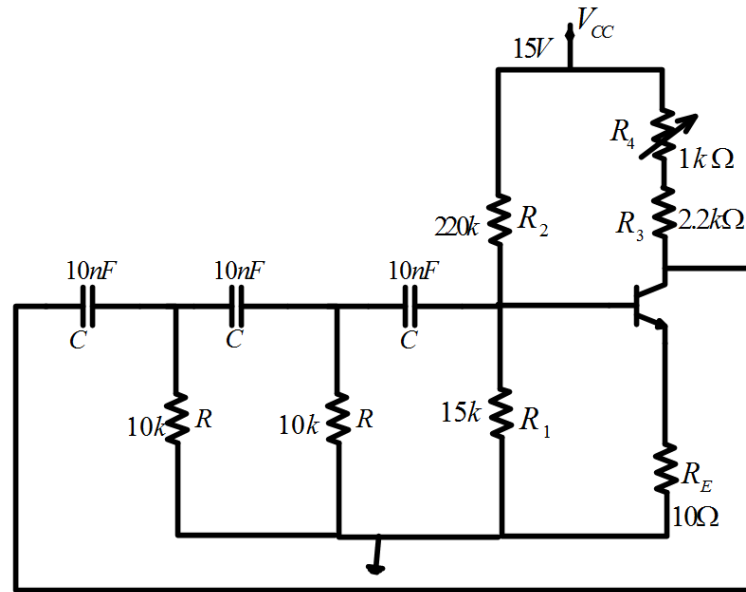
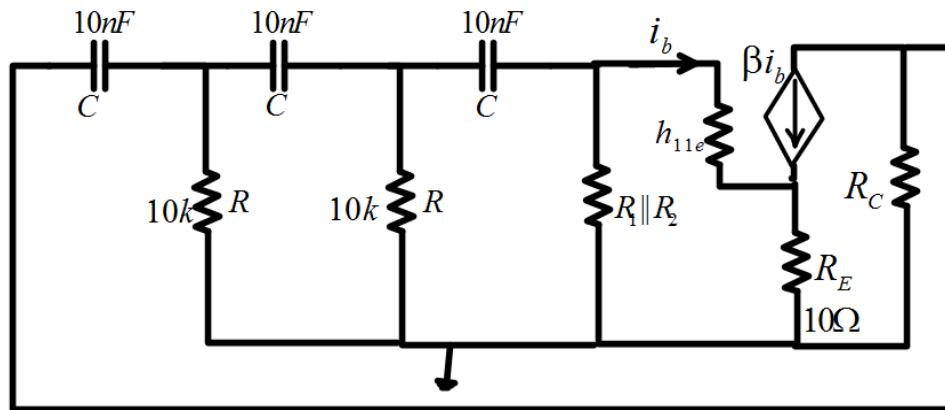

Fig.6 : Oscillateur à réseau déphaseur
Fig.7 : Schéma en régime variable
On considère l'oscillateur à réseau RC déphaseur de la figure suivante (fig. 6) :
2. Montrer qu'en régime variable, on peut mettre le circuit de la figure 6 sous la forme (cf. fig. 7) :
1. Réaliser le montage de la figure 6.